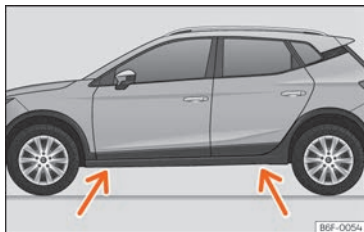

Abb. 37 Aufnahmepunkte für den Wagenheber.
- Suchen Sie am Längsträger die Markierung des Aufnahmepunktes für den Wagenheber (Eindrückung), die dem zu wechselnden Rad am nächsten liegt » » Abb. 37.